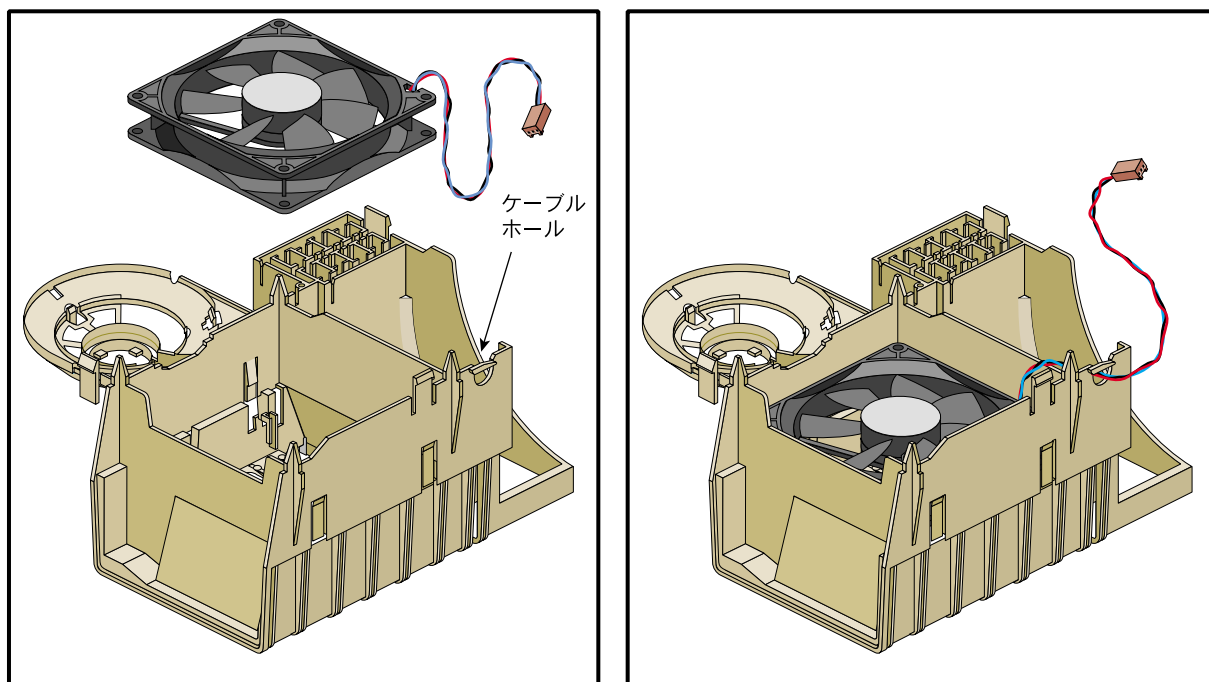

図 2-22 プラスチックフレームへのファンの取り付け
7. ファンは4個の固定クリップによってプラスチックフレームに格納されています。ファンをプラスチックフレームから取り外すには、図2-22に示すように、フレームを下向きにして平らな面に置きます。
8. マイナスドライバーを使用して、ファンの中心をそっと押します。ファンを押しながら、ファン固定クリップをファンから1個ずつ引き抜いて外します。図2-22にその手順を図示します。
2. ファンをフレームに挿入します。図2-22に示すように、プラスチックフレームのスロットの隣からファンケーブルが出ていることを確認してください。
4. 図2-22に示すように、ケーブルスロットの隣にある穴にケーブルコネクタを通して、ケーブルを引き出します。